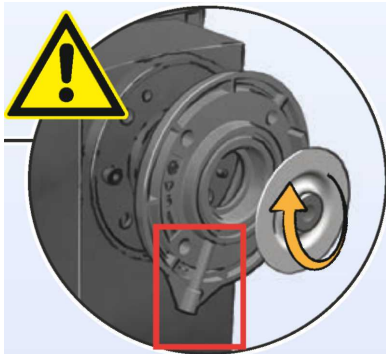

Abb. 28: Flansch und Dosiermembrane montieren
- ➔ Den Flansch wieder korrekt aufsetzen (siehe Abb. 28) und neue Dosiermembrane anschrauben (⤵). Auf korrekten Sitz des O-Ringes achten!